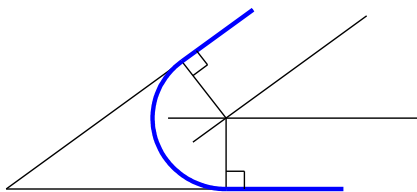
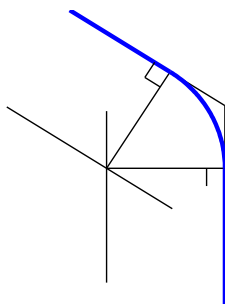

Рисунок 3.8 – Пример 2 построения сопряжения
Рисунок 3.9 – Пример 3 построения сопряжения
**Пример 2**, (рисунок 3.8). **Пример 3**, (рисунок 3.9)